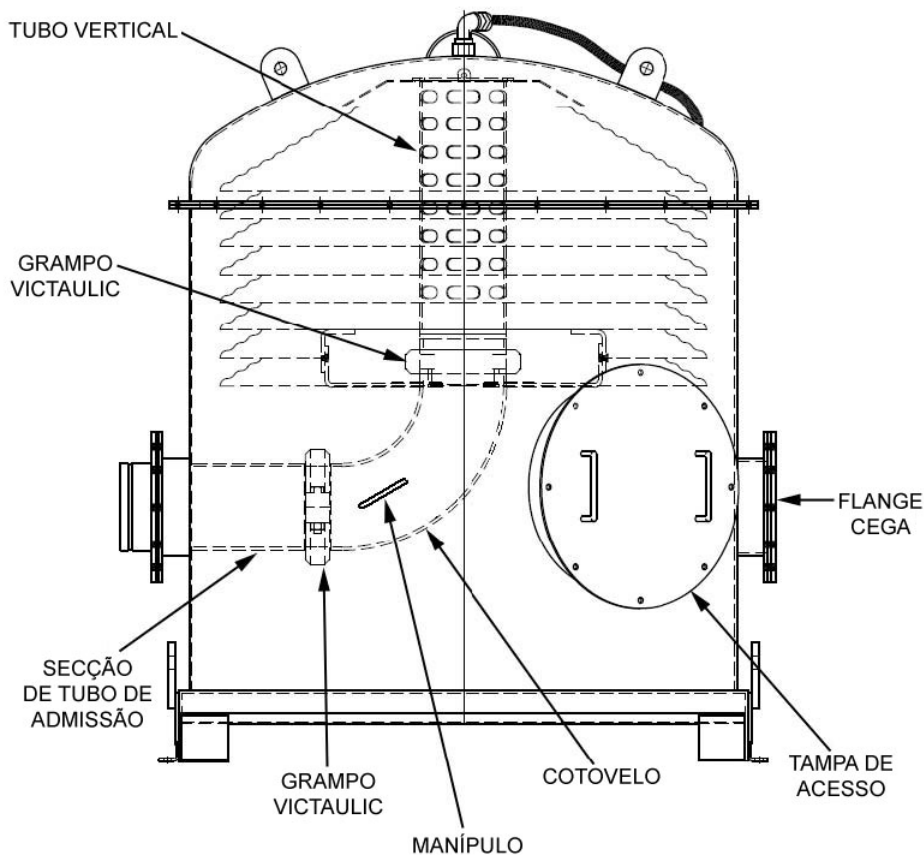

Figura 3-4 Seção de tubo de admissão, cotovelo e tubo vertical
9. Retire parafusos que fixam o grampo Victaulic à seção de tubo de admissão (figura 3-4) e faça deslizar o pedaço.